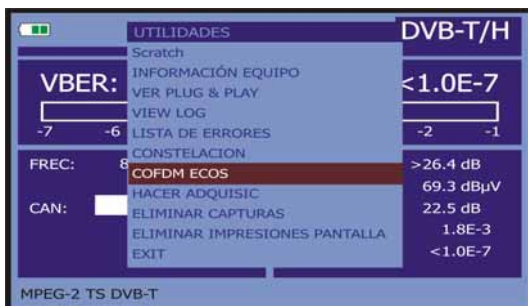

Figura 54.- Menú COFDM ECOS.
2. Seleccionar la opción **COFDM ECOS** (Figura 54.-).